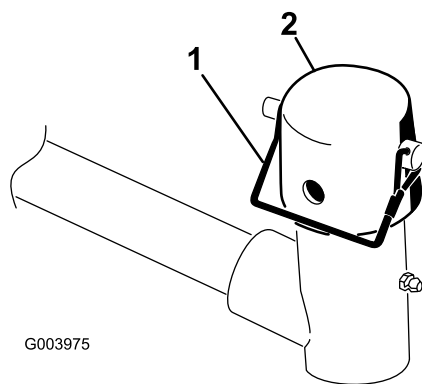

图 9
9. 从提升臂轴铀上拆下锁扣销和中心盖 (图 9)。
注意 如果需要可偏转的滚刀组可使用槽如果需要滚刀组锁定到位可使用孔 (图 9)。